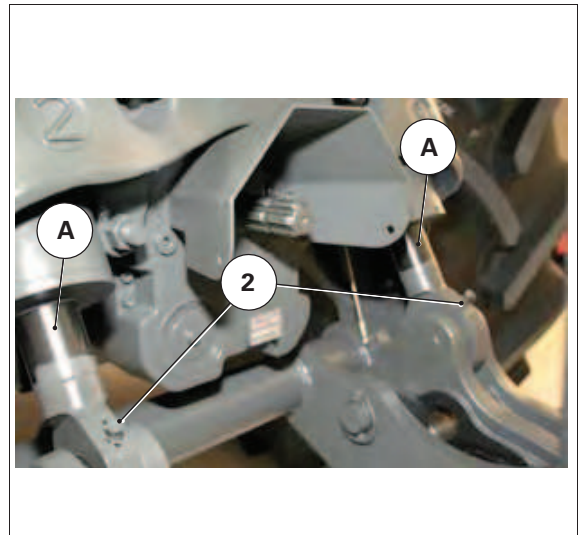

Fig. 4.
IMPORTANTE: Durante periodos prolongados de almacenamiento, las barras de los pistones (A) fig. 4 no deben entrar en contacto con el aire (existe un riesgo de corrosión y, posteriormente, de fuga). Es preferible que los cilindros se encuentren totalmente replegados o engrasarlos.